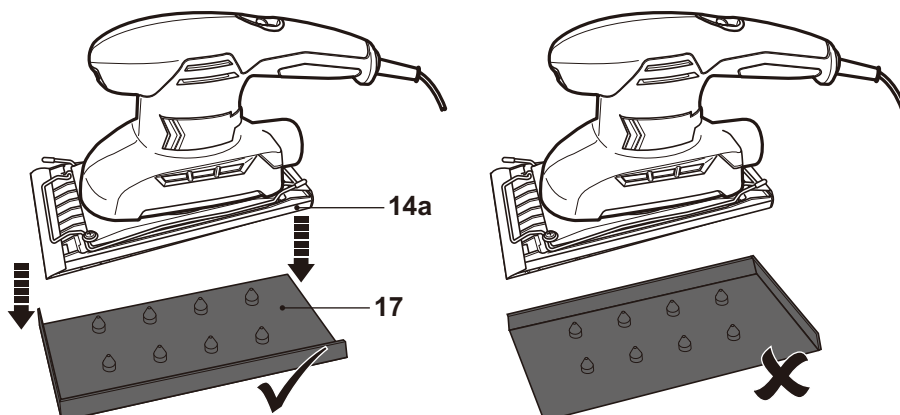

Fig. 15
- > Alinee la placa base (14a) con el papel de lijado colocado con la placa perforadora (17). Asegúrese de que los bordes de la placa base (14 a) están > colocados al ras con el borde de la placa perforadora (17).
Presione el producto en la placa perforadora (17) (Fig. 15).